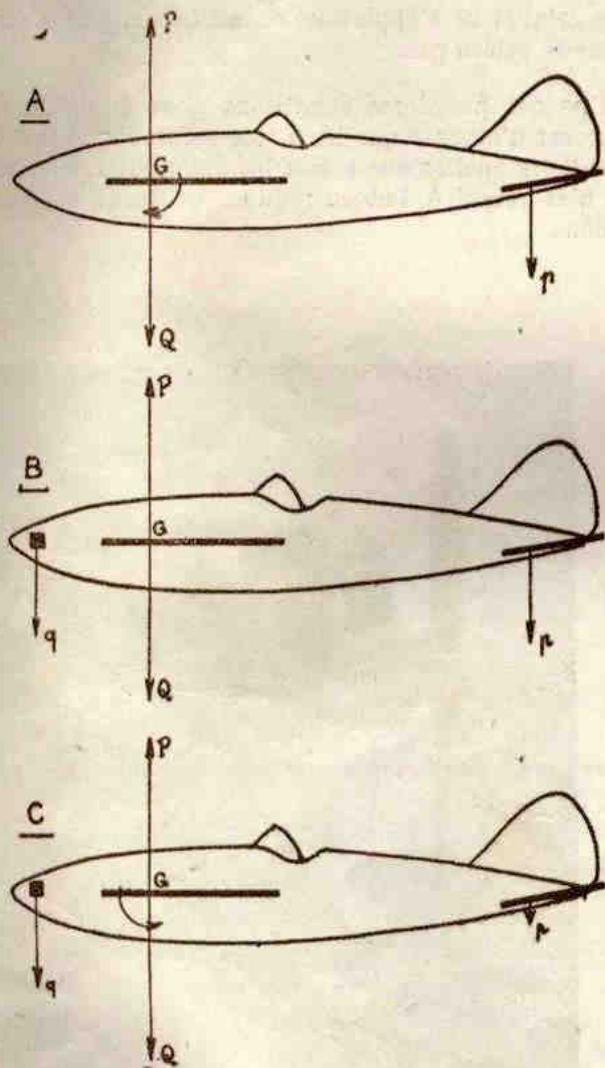

FIG. 10. — Mauvaise correction d'un mauvais centrage.
2° Si votre avion cabre parce que l'incidence négative de son plan fixe est trop forte, (fig. 10) (A), ne mettez pas un poids q à l'avant : en vol normal vous arriveriez peut être à équilibrer l'appareil (B) mais au ralenti, à l'atterrissage par exemple, il tomberait sur le nez juste au moment où il faudrait le faire cabrer (C), le poids q restant constant et la poussée p du plan fixe diminuant avec la vitesse. Il faut, dans ce cas, régler le plan fixe.